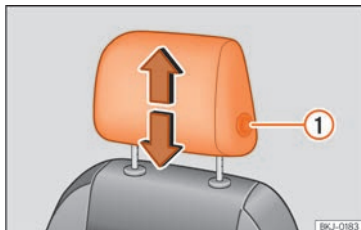
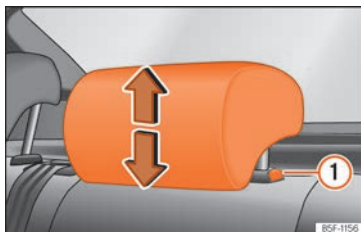

Abb. 67 Vordersitz: Kopfstützeinstellung.
Abb. 68 Kopfstütze hinten: Kopfstützeinstellung.
Sie zum Absenken auf gleiche Weise vor und drücken Sie die seitliche Taste ① » » (Abb. 67), » » (Abb. 68).